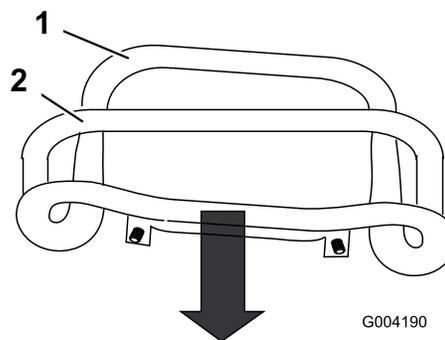

Figura 51
3. Puxe para trás o controlo de tração de modo a que a parte da frente do controlo entre em contacto com a barra de referência (Figura 51).